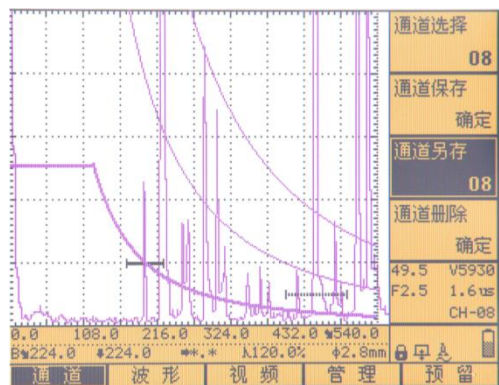

图 6.37
- 5、单击【通道】键，按【向下】键选择“通道另存”，如图 6.37 所示，右旋飞轮选择空通道，按【确认】键，制作好的 AVG 曲线保存完成。